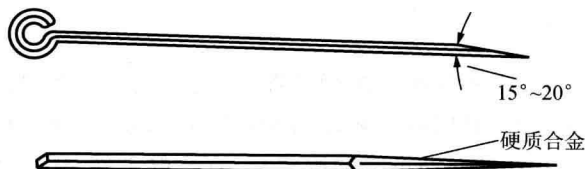

图 1-15 划针
(1) 划针结构。划针通常由弹簧钢丝或高速钢制成, 直径一般为 $3 \sim 5 \text{ mm}$, 长度约为 $200 \sim 300 \text{ mm}$, 尖端磨成 $15^\circ \sim 20^\circ$ 的尖角, 并经过淬火处理使之硬化, 这样就不容易磨损变钝, 如图1-15所示。有的划针在尖端部位焊有硬质合金, 耐磨性更好, 主要用于在工件上划线条。